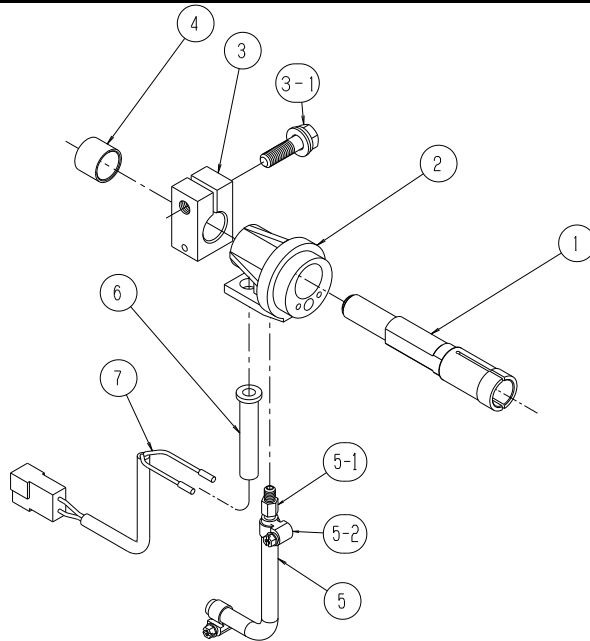

图 6. 中央适配器分解图
⑨ 部品明细 (续)
9.6 中央适配器部分 (图 6) CM-7402 型送丝机 (空冷型)